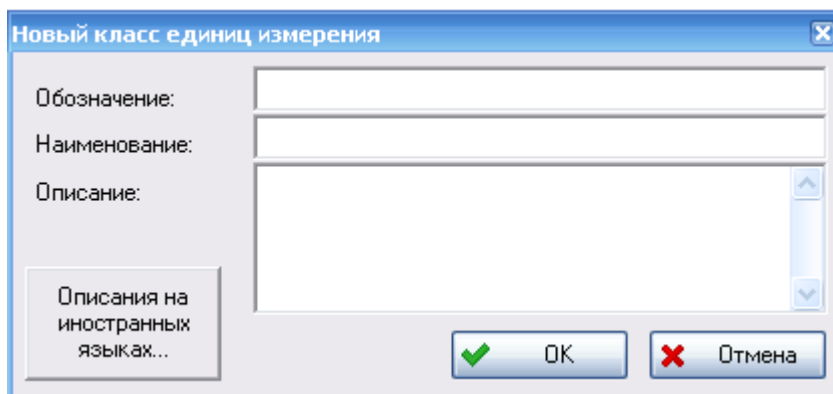

Рис. 4-11
2. В появившемся диалоговом окне **Новый класс единиц измерения** введите обозначение, наименование и описание класса (рис. 4-11).